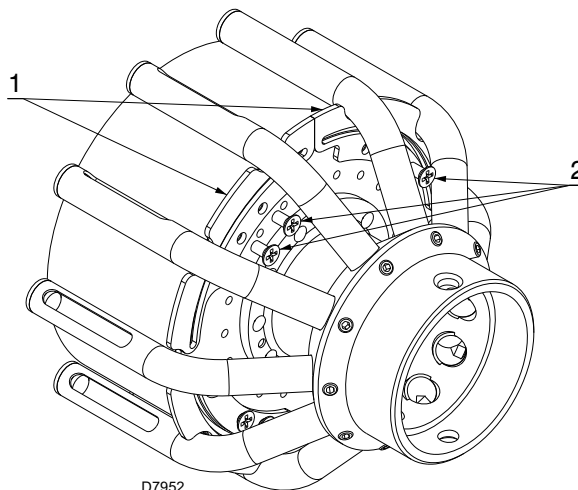

Abb. 18
- die 8 Schrauben 2) (Abb. 18) entfernen;